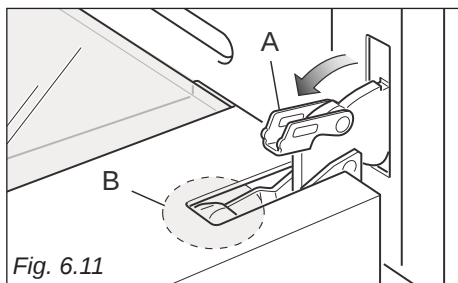

Fig. 6.11
- Låsebøjlerne "A" åbnes helt på venstre og højre side (Fig. 6.11).
- Luk forsigtigt ovnlågen indtil låsebøjlerne "A" hægter sig på hængslet "B" på ovnlågen (Fig. 6.11, 6.12).